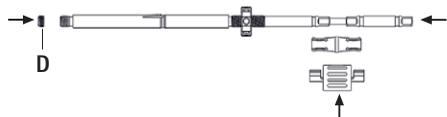

Fig. 11
- ▶ Introducir el destornillador en el casquillo interior, asegurarlo con el distanciador y encajar el tornillo de bloqueo **D**, ver Fig. 11.